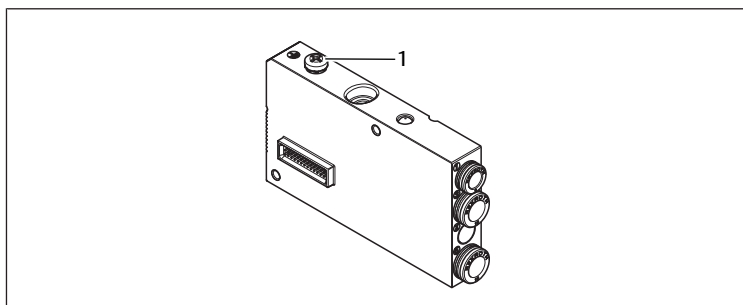

Bild 9: FE-anlutning, HF04/HF04XF
2. Vid 04-/HF04XF-ventilblock ska man ansluta FE-anlutningen (1) via en anslutningskontakt med funktionsjord och låg impedans för att avleda EMC-störningar. Se → Bild 9.